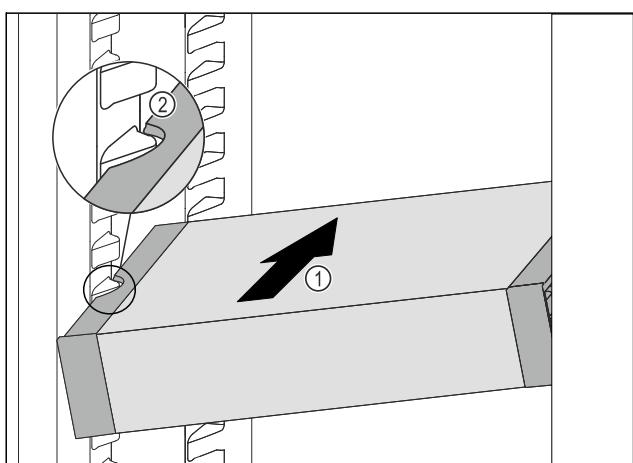

Fig. 129
- Вкарайте VarioSafe под ъгъл в хладилната част Fig. 129 (1), докато страничните прорези Fig. 129 (2) на VarioSafe се намират на височината на реброто на съда в хладилната част.